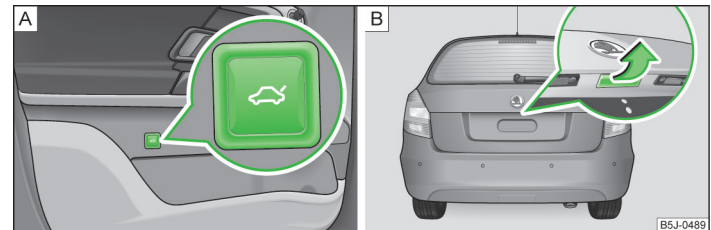

Abb. 18 Gepäckraumklappe öffnen / Griff der Gepäckraumklappe
- Die Symboltaste in der Fahrtür » Abb. 18 - **A** drücken und die Gepäckraumklappe in Pfeilrichtung anheben » Abb. 18 - **B**.
- Den Griff drücken und die Gepäckraumklappe in Pfeilrichtung anheben » Abb. 18 - **B**.